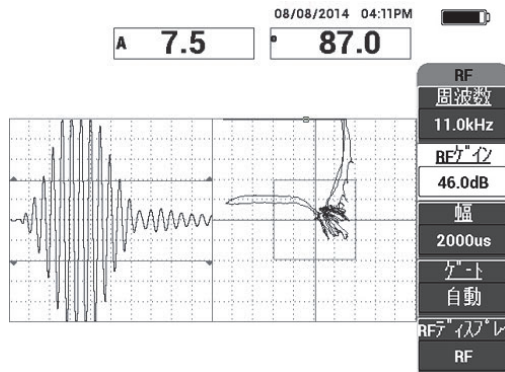

図 6-4 手前側と反対側の剥離部分の検出
4. 手前側と反対側の剥離部分でプローブを動かしてスキャンしながら、両方の欠陥が検出されているのを確認します (135 ページの図 6-4 参照)。